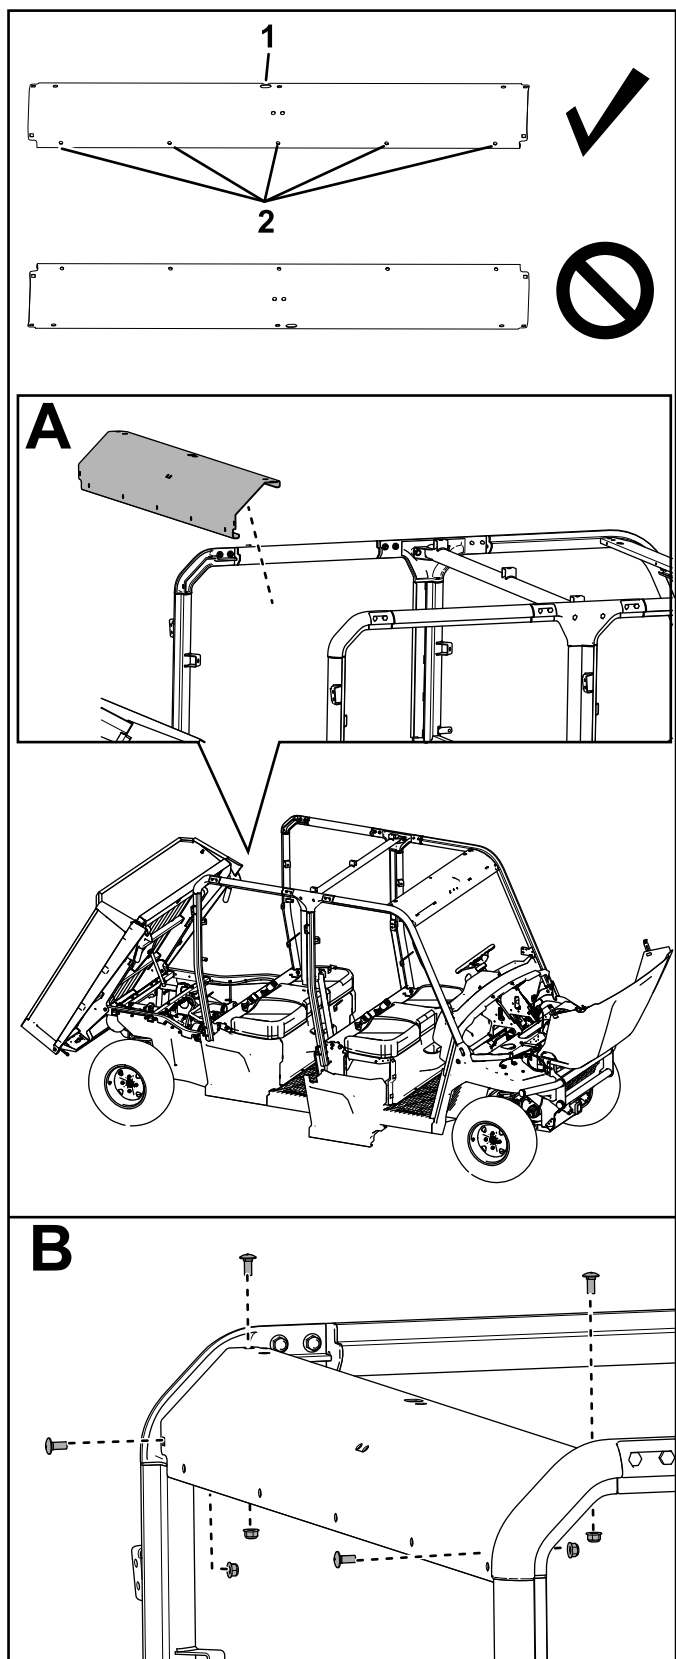

Figure 50
17. Fixez la barre transversale arrière aux barres arrière de l'arceau de sécurité à l'aide de 4 boulons de carrosserie ($\frac{5}{16}$ x $\frac{3}{4}$ po) et 4 contre-écrous ($\frac{5}{16}$ po), comme montré à la Figure 50.
Veillez à monter la barre transversale à la position indiquée à la Figure 50.